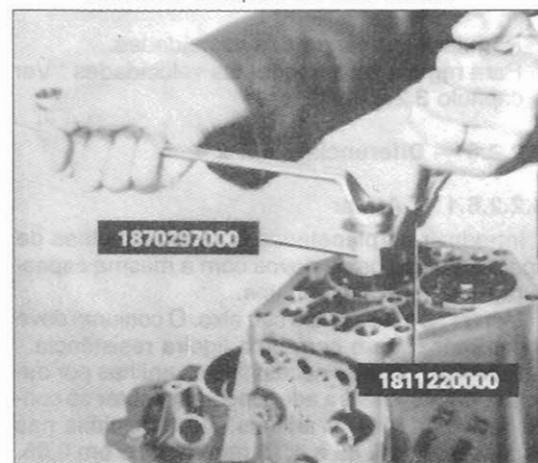

Fig.108 — Desmontar o freio e retirar a anilha tipo "Belleville"
Desmontar o freio e a anilha tipo "Belleville" do veio secundário (fig.108) com o auxílio das ferramentas específicas "ref. 187 029 7000 e 081 122 0000".